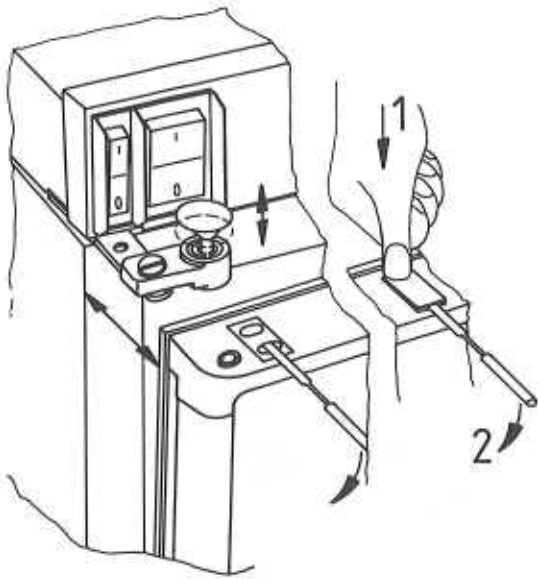

Fig. 1
- Verwijder voorzichtig de plastic stopsels uit de gaten de deurvergrendeling, fig. 1.